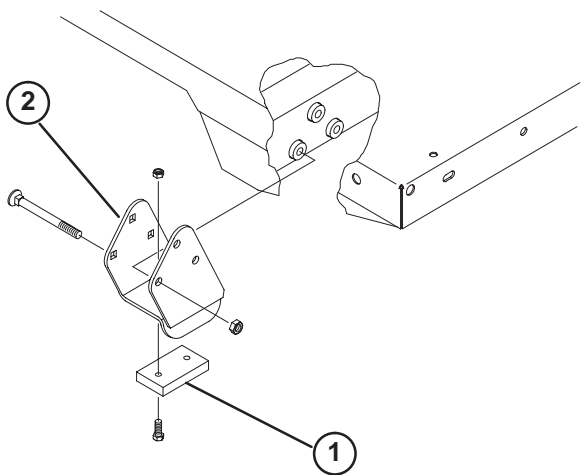

Figure 11
**Remarque :** Vérifiez que les entretoises et les cales d'usure (Fig. 11) sont en place sinon le couvercle du radiateur sera endommagé.